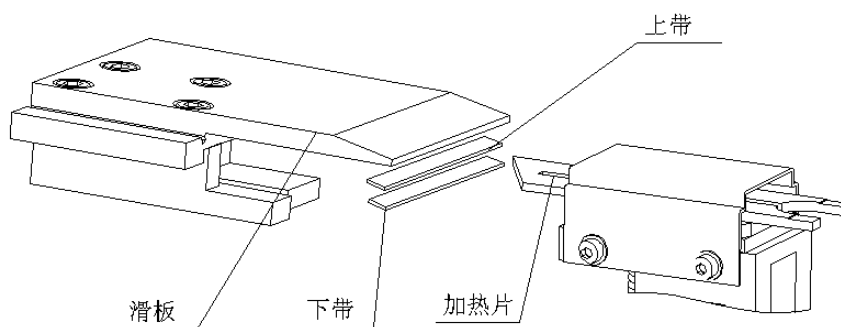

图 6-1
- b. 加热片变形: 加热片变形后, 不能插入两层带之间, 上下两层带不能粘合 (见图 6-1)。